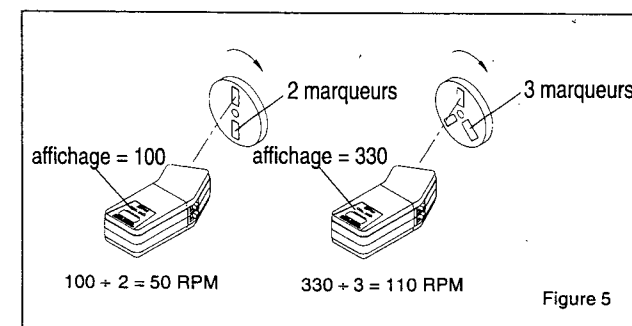

Figure 5
3. divisez la valeur affichée par le nombre de marqueurs pour obtenir le nombre de T/M réel (valeur affichée ÷ No. de marqueurs = T/M réel), voir Figure 5.